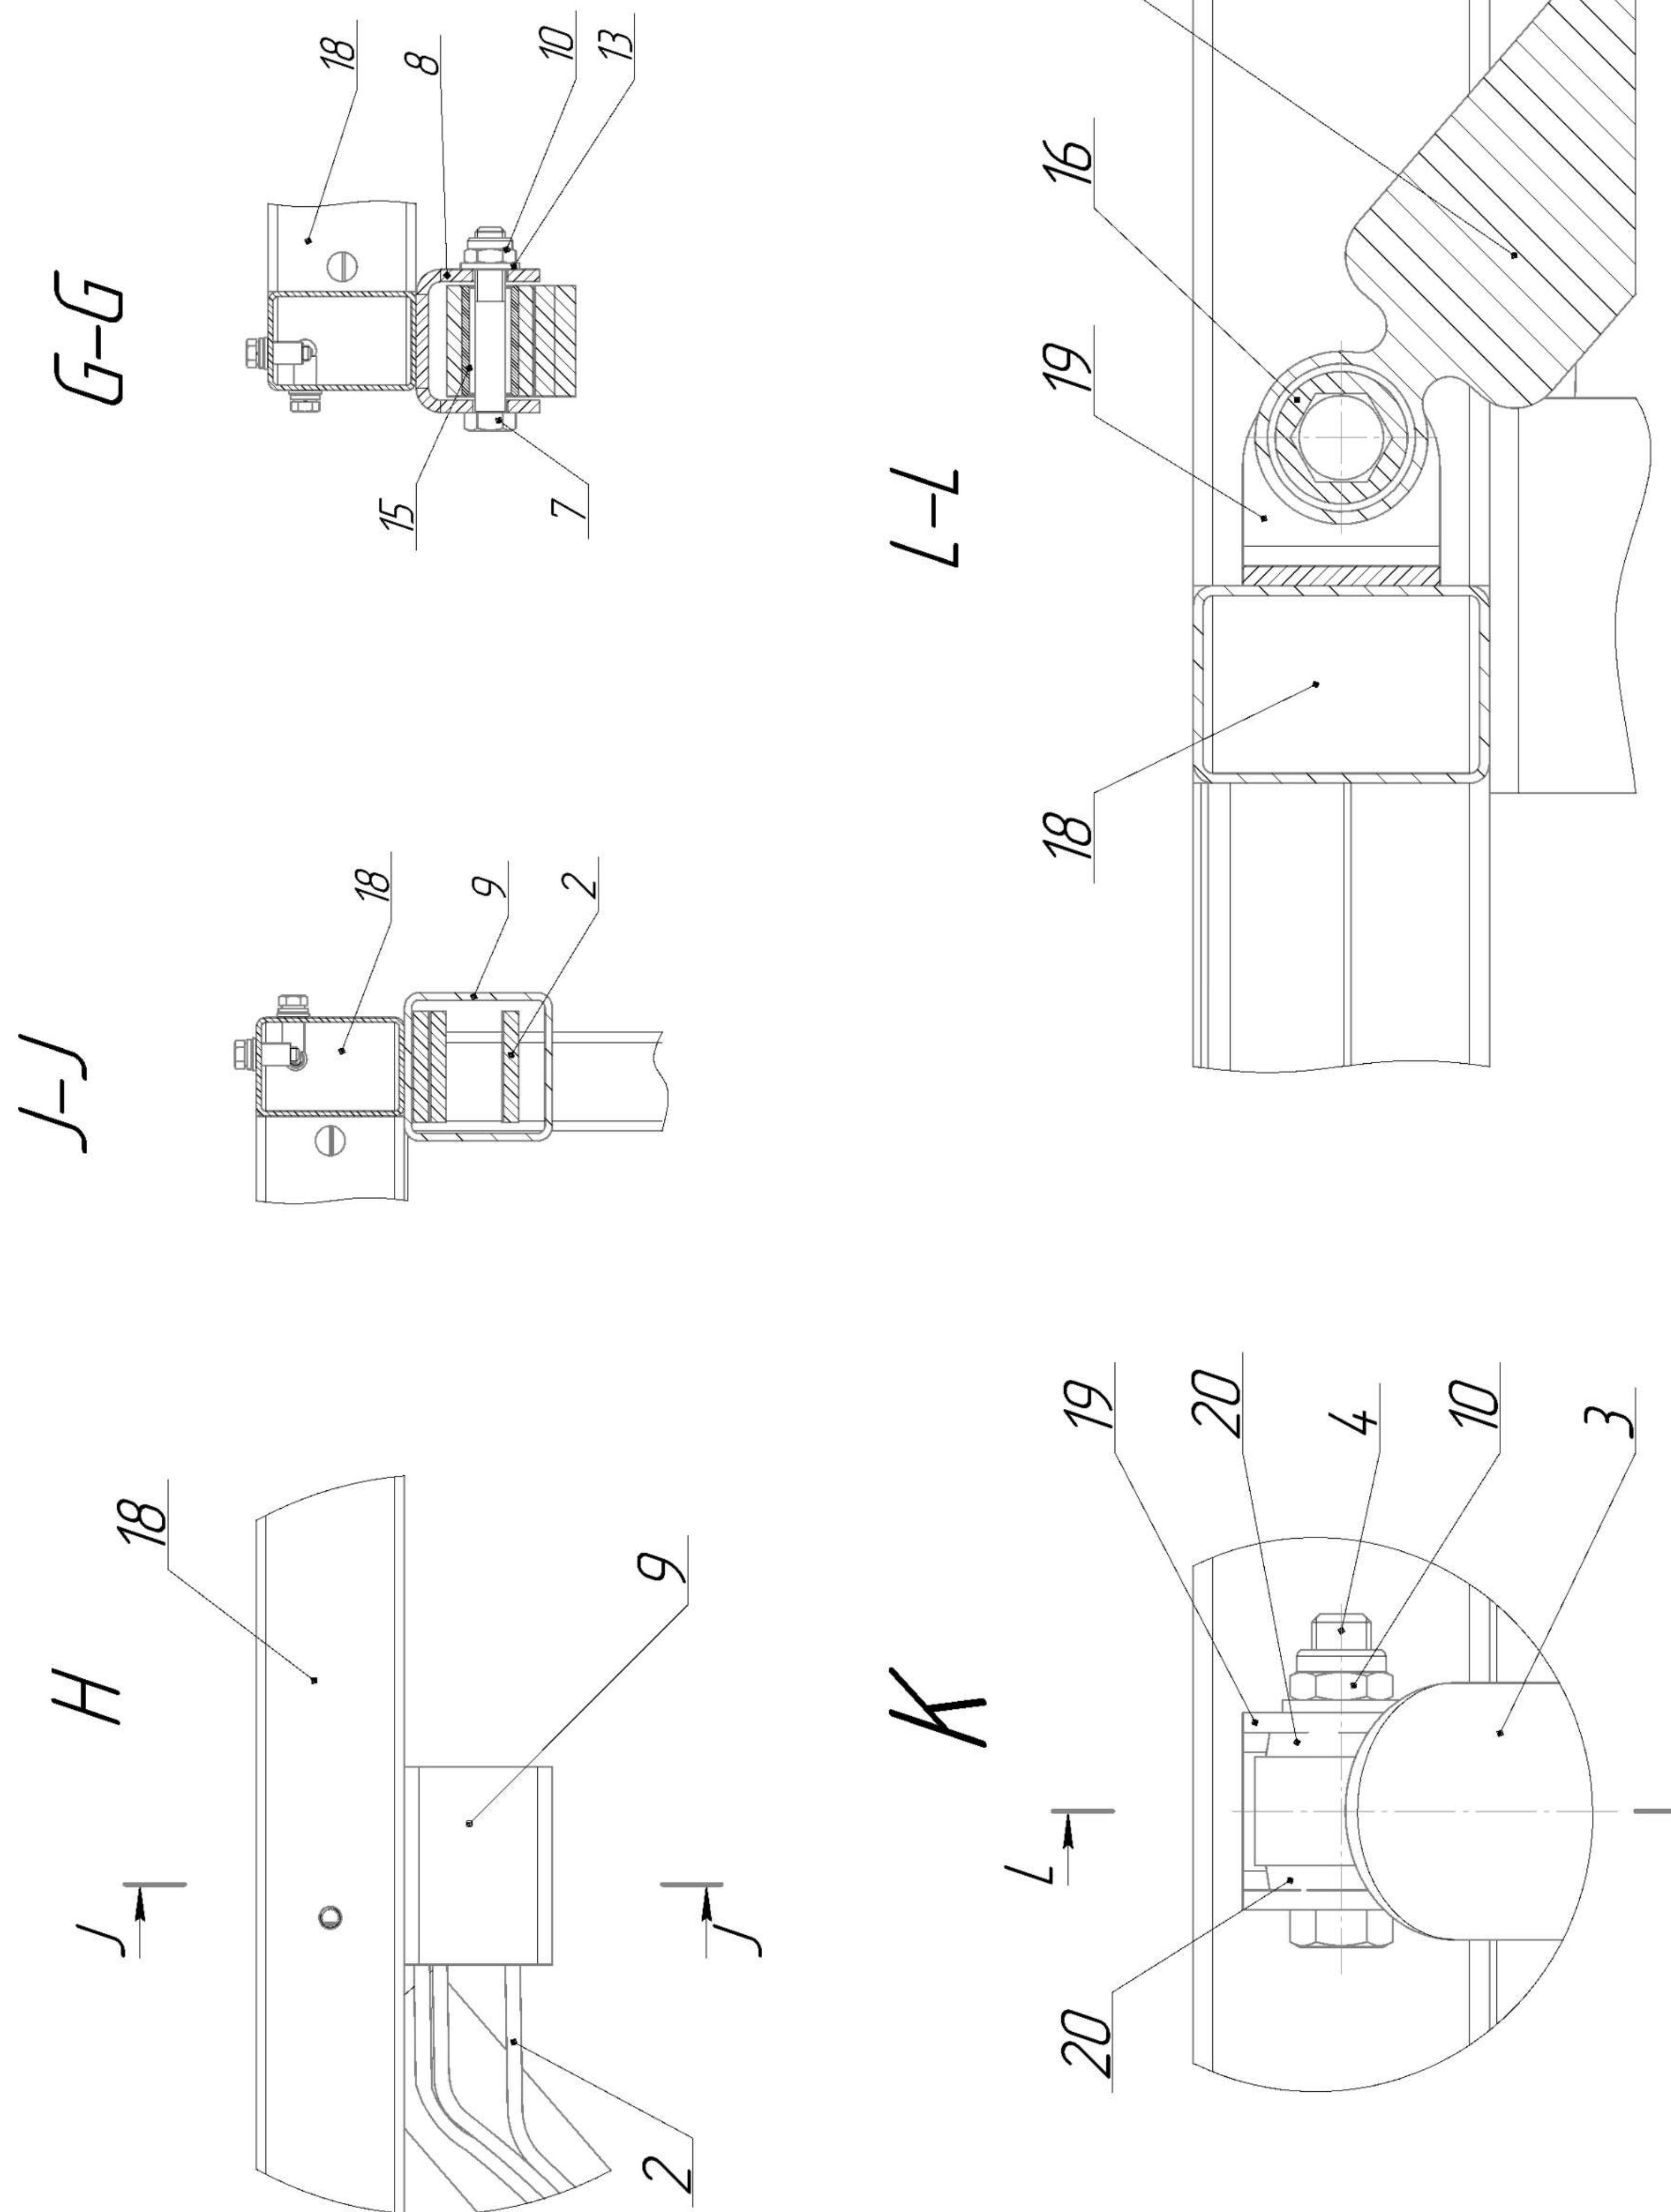

Рис. 3. Подвеска колес.
4.7.Подвеска колес (рис.3) зависимая на двух продольных рессорах с
гидравлическими амортизаторами. Рессора 2 крепится передним концом к кронштейну рамы 8 болтом 7, шайбой 13 и гайкой 10, а задним вставляется в кронштейн рамы 9 (рис.3 вид F и H). Амортизаторы 3 крепятся болтами 4, шайбами 12 и гайками 10 к кронштейнам 19 на оси 1 и балке рамы 18. (рис.3 вид K). Ось 1 крепится к рессорам 2 с помощью стремянок 5 и площадок стремянок 6, которые, в свою очередь, через граверы 17 закреплены гайками 12 (рис.3 вид E).